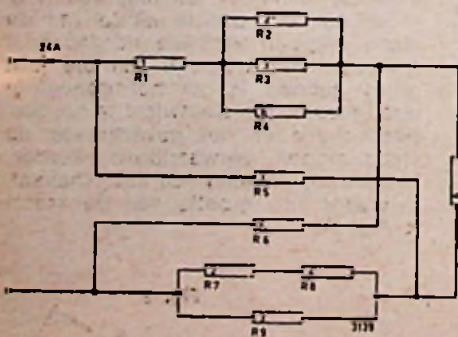

Fig. 4
4. De in de weerstanden geschreven getallen geven de waarde in ohms aan: (zie fig. 4)